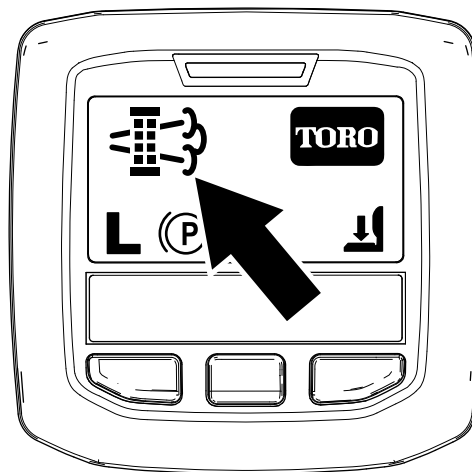

Рисунок 51
- Когда компьютер двигателя запрашивает стационарную или восстановительную регенерацию, на дисплее инфо-центра появляется значок запроса на регенерацию (Рисунок 51).